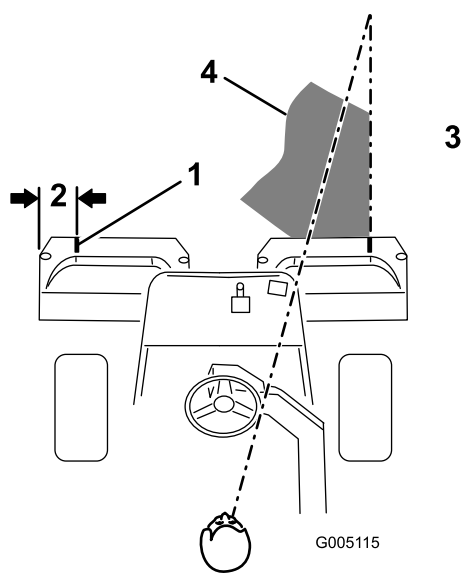
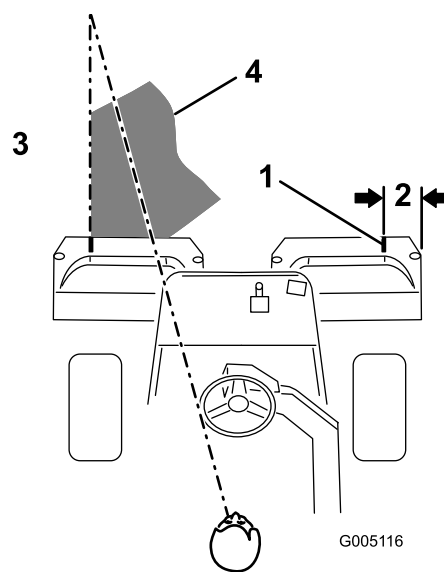

Figure 30
Figure 31
2. Placez une bande de papier blanc ou un trait de peinture sur chaque bac parallèlement à son bord extérieur (Figure 30).
3. Minimisez le chevauchement de la passe précédente lors de la passe de retour. Pour vous aider à conserver une ligne droite en travers du green et à maintenir la machine à égale distance du bord de la passe précédente, établissez une ligne de vision imaginaire à environ 1,8 à 3 m en avant de la machine jusqu'au bord de la partie non coupée du green (Figure 30 et Figure 31). Certaines personnes trouvent utile de faire passer la ligne de vision par le bord extérieur du volant, c.-à-d. de maintenir le bord du volant aligné avec un point se trouvant toujours à la même distance par rapport à l'avant de la machine (Figure 30 et Figure 31).